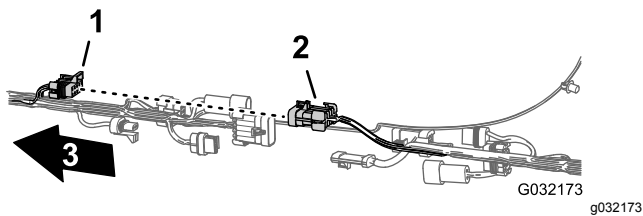
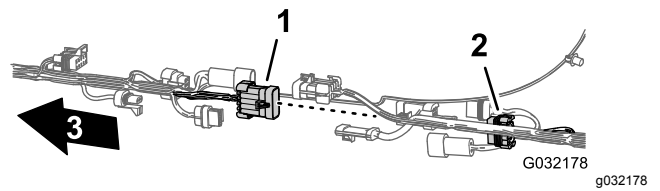

Figura 29
Figura 34
2. Desconecte los 6 pares de conectores que unen los arneses de cables delantero y trasero, según se muestra en las figuras Figura 29 a Figura 34.